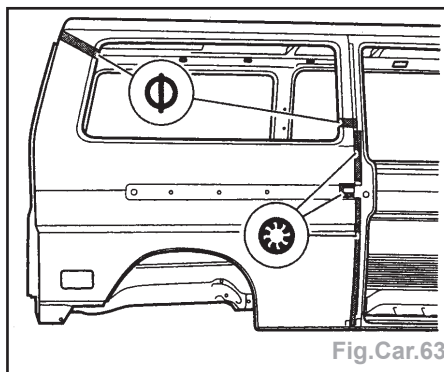

Fig.Car.63
- le panneau latéral par bouchonnage sous gaz de protection (Fig.Car.63),